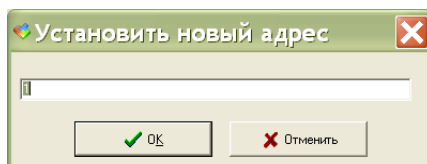

Рисунок 12 - Смена адреса
7) В открывшемся окне «Установить новый адрес» ввести требуемый адрес, нажать на кнопку «ОК» (рисунок 12). Адрес БПДД-RS будет изменен.